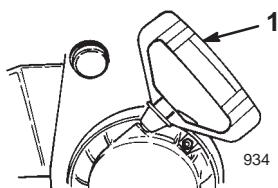

Figure 17
- Lanceur** (Fig. 17)—Le lanceur se trouve à l'arrière du moteur. Tirez sur le lanceur pour mettre le moteur en marche.
8. Prenez la poignée du lanceur (Fig. 17) et tirez-la lentement jusqu'à ce que vous sentiez une résistance, puis tirez vigoureusement pour lancer le moteur.